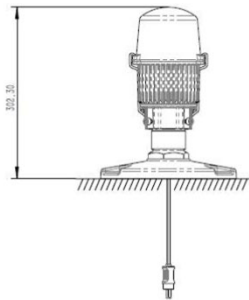

Abb. 2
- Abb. 2. Installation auf Fußflansch